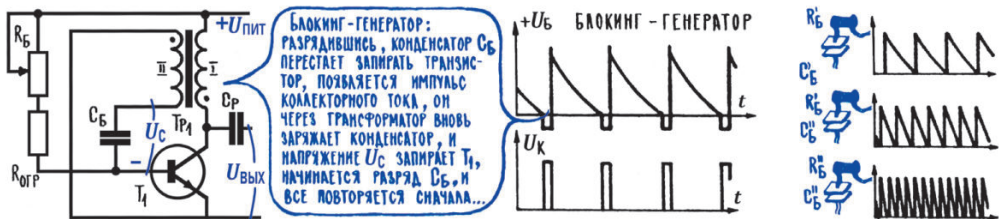

Рис. 11.5. Блокинг-генератор
14. Блокинг-генератор: из коллекторной цепи в базовую через трансформатор попадает сигнал, который периодически открывает и закрывает транзистор. Есть еще один распространенный тип генераторов, в котором всеми событиями управляет заряд-разряд конденсатора. Это блокинг-генератор, его упрощенная схема показана на рис. 11.5. Знакомство с работой блокинг-генератора начнем с того момента, когда включено питающее напряжение и в коллекторной цепи появился ток. Нарастающий коллекторный ток сразу через трансформатор наведет напряжение U_{II} в базовой цепи. Причем напряжение такой полярности (это зависит от того, как включена обмотка II), которая способствует еще большему открыванию транзистора. Транзистор открывается лавинообразно до полного насыщения (напряжение на нагрузке максимально, на самом коллекторе около нуля), а ток положительной обратной связи заряжает конденсатор C_6 и при этом поддерживает транзистор в открытом состоянии. Но после того, как этот конденсатор полностью зарядится до напряжения на обмотке II, ток через него прекратится, и транзистор скачком закроется постоянным напряжением на конденсаторе, которое имеет отрицательную полярность относительно базы. Теперь напряжение U_c на конденсаторе C_6 начинает по-